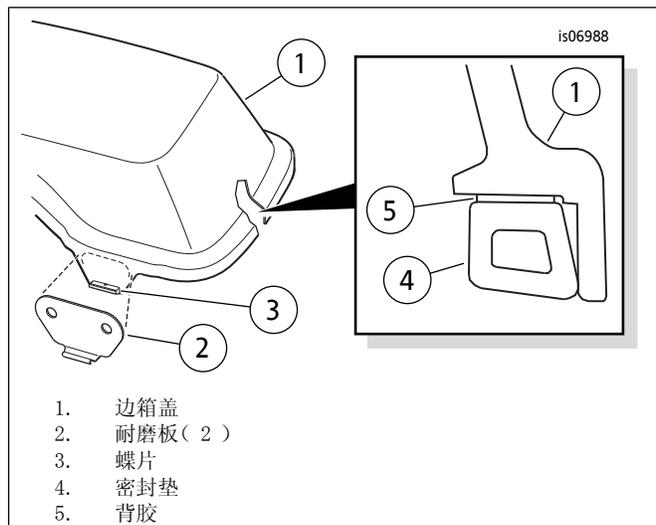

图6。将耐磨板和密封垫组装至边箱盖
2. 参见图6。去掉一个耐磨板(2)背胶上的衬垫。将耐磨板仔细定位至边箱盖(1)，在蝶片(3)上对中，然后用力按压到位。将耐磨板保持在原位不动并继续按压大约一分钟。在盖另一端对第二块耐磨板重复操作。
- 定位密封垫，使高边缘朝向盖的外缘，如图6所示。
4. 逐渐去掉边箱盖密封垫(4)的背胶衬垫(图6：项目5)，同时围绕盖内侧一周(1)将密封垫按压到位，如图所示。